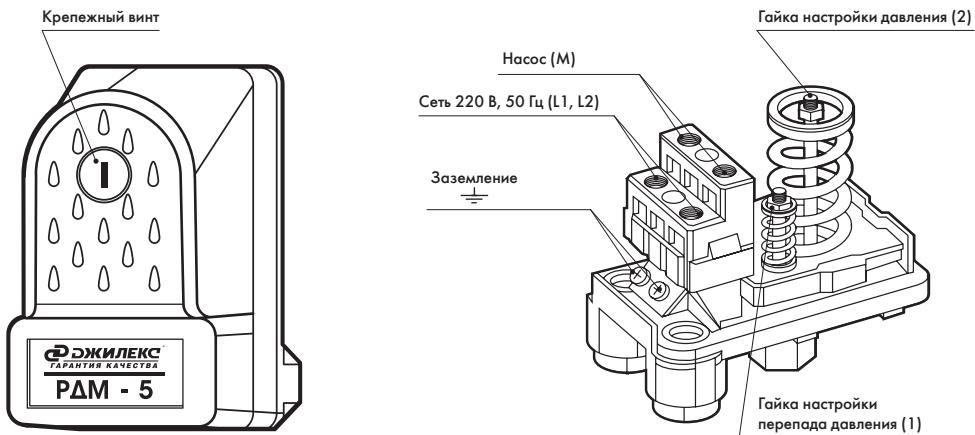

Рисунок 3
- отвинтить крепежный пластмассовый винт (рисунок 3), снять крышку реле.
Регулировка верхнего и нижнего предела давления РДМ-5 осуществляется гайкой (2), фиксирующей положение пружины (рисунок 3). Чтобы увеличить значение верхнего и нижнего предела давления, необходимо закручивать гайку по часовой стрелке.
Гайка (1) предназначена для регулировки перепада давления путем изменения нижнего предела (рисунок 3). Чтобы уменьшить перепад давления, необходимо отвернуть гайку против часовой стрелки, тем самым ослабив пружину. Чтобы увеличить перепад давления, необходимо закручивать гайку по часовой стрелке.